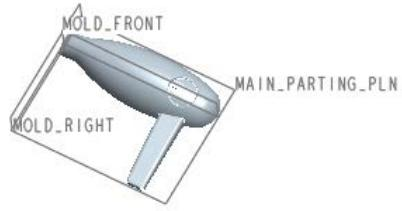

图 8.4 参考件组装完成后
Step4. 选中  **按参考合并** 单选项，然后在 **参考模型** 区域的 **名称** 文本框中接受系统给出的默认的参考模型名称 **BLOWER_MOLD_REF**（也可以输入其他字符作为参考模型名称），单击 **确定** 按钮。系统弹出“警告”对话框，单击 **确定** 按钮。参考件组装完成后，模具的基准平面与参考模型的基准平面对齐，如图 8.4 所示。